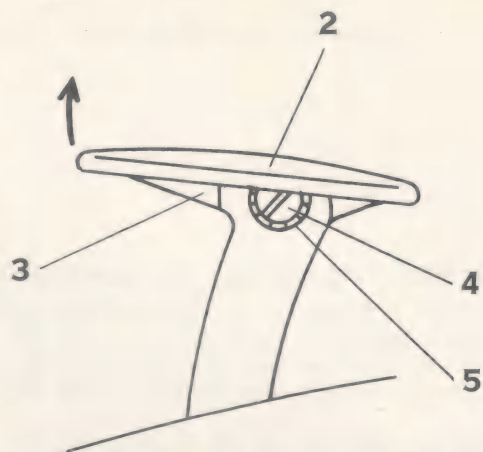

FIG. 11.2
Oberteil der Funktionstaste E0-45 (pos. 2) mit den Fingern ohne Anwendung von Werkzeug abnehmen, indem man am Vorder- und Hinterrand hebt. Siehe Fig. 11.2.
Der Unterteil E0-46 (pos. 3) der Funktionstaste kann abgenommen werden, nachdem die Schraube Z6 (pos. 4) und die Sternscheibe Z11 (pos. 5) entfernt sind. Siehe Fig. 11.2.